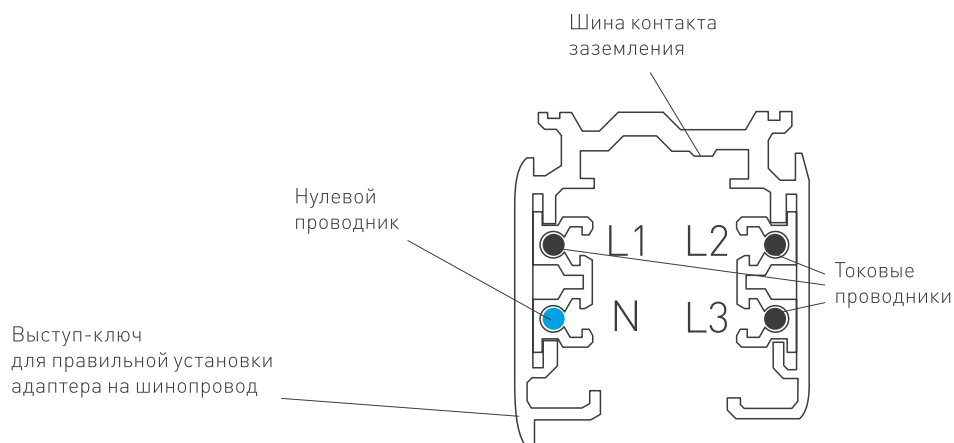

Рисунок 1. Конструкция шинопровода
1. На шинопроводе «нейтраль» (N) является контактом, находящимся со стороны выступа-ключа на шинопроводе (рис. 1).